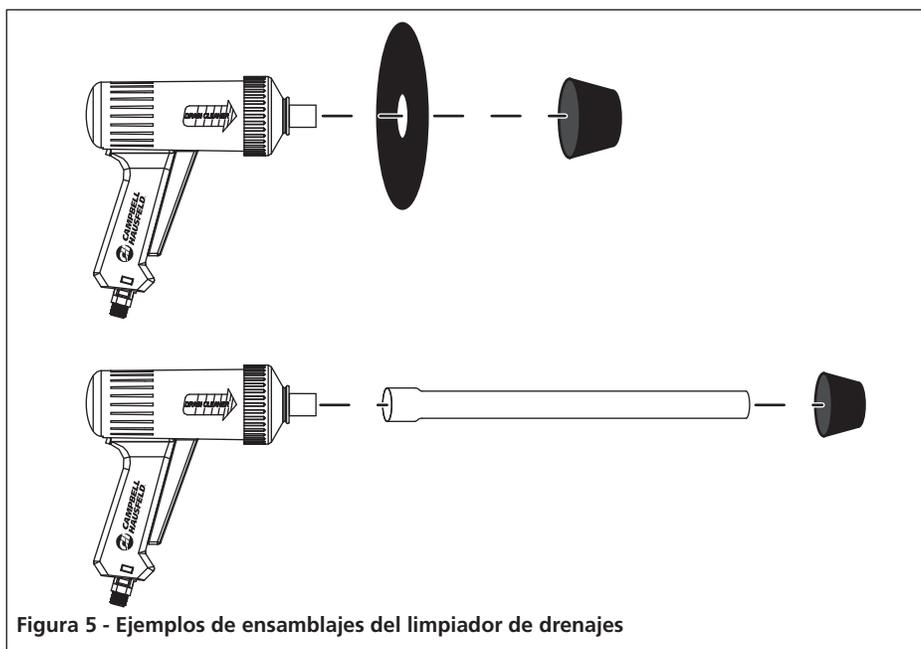

Figura 5 - Ejemplos de ensamblajes del limpiador de drenajes
**NOTA:** Consulte la figura 5 para ver ejemplos de ensamblajes para el limpiador de drenajes con y sin el tubo de extensión y el protector de salpicaduras.